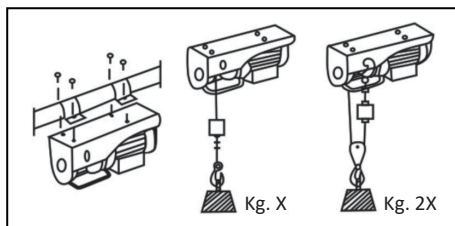

Fig. 1
- The fixed mini electric hoist should use six hexagon head bolts, washers, spring washers and other accessories. To ensure that all parts are properly installed and forced away from the plate, hand tighten the bolt, see the installation diagram, Fig. 1.
- Il mini paranco elettrico fisso deve utilizzare sei bulloni a testa esagonale, rondelle, rondelle elastiche e altri accessori. Per garantire che tutte le parti siano installate correttamente e allontanate dalla piastra, serrare a mano il bullone, vedere lo schema di installazione, Fig. 1.